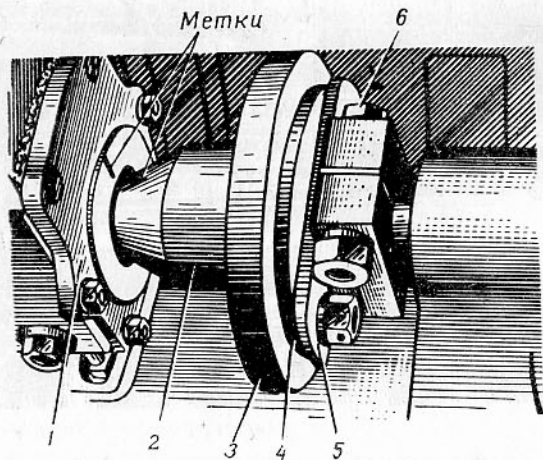

Рис. 55. Муфта привода топливного насоса:
9. Провернуть коленчатый вал двигателя за вентилятор по ходу до совпадения рисок на кулачковой втулке 2 (рис. 55) и корпусе 1 шарикоподшипника топливного насоса.